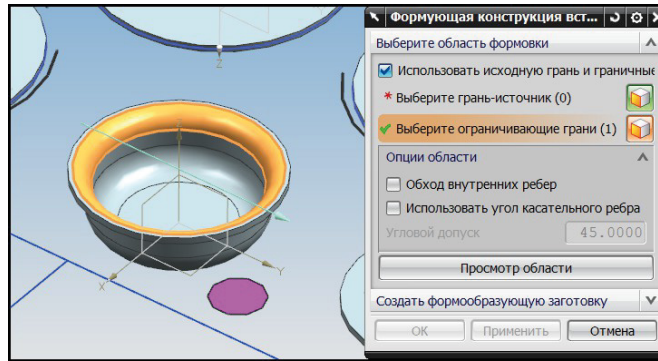

Рис. 10.6. Выбор ограничивающей грани
4. Выберите грани полуфабриката, для которых будет создан вытяжной пуансон по следующему алгоритму. Задайте метод выбора граней, нажав кнопку **Использовать исходную грань и граничные грани**. Задайте границу вытяжки. В разделе **Выберите область формовки** нажмите кнопку **Выберите ограничивающие грани** и в рабочем окне укажите грань, показанную на рис. 10.6. Вытяжной пуансон будет создан в пределах области, которая ограничивается выбранной частью детали.